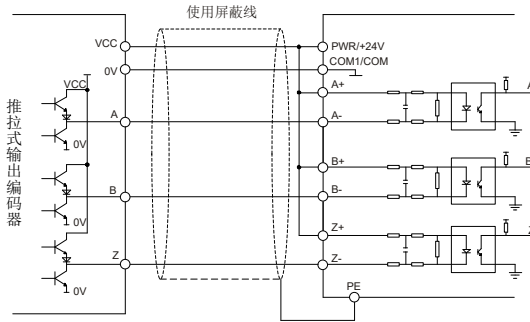

图 7-1 推拉式输出方式接线 1
- 1、若“输出电流”中的“流入电流”大于 25mA，“流出电流”小于 25mA，请采用图 7-1。